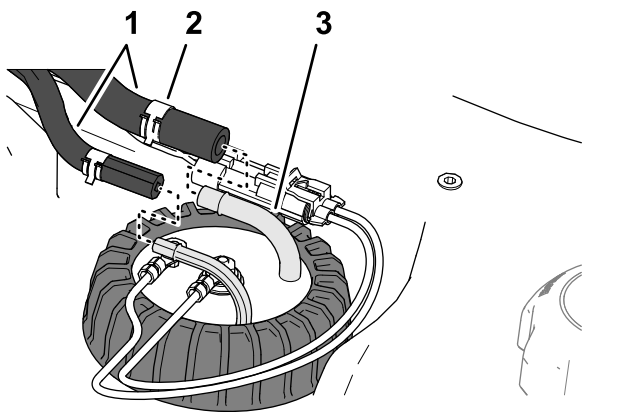

Figure 124
5. Branchez les flexibles sur les raccords du transmetteur de niveau de carburant, et fixez-les en place sur les raccords avec les colliers (Figure 124).